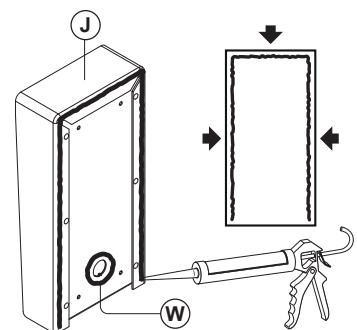

Fig. 12
**De modo a evitar a entrada de água, recomendamos a utilização de um vedante de silicone entre a parede e a caixa traseira J (Fig. 12) e em redor de todos os orifícios W (Fig. 12);**